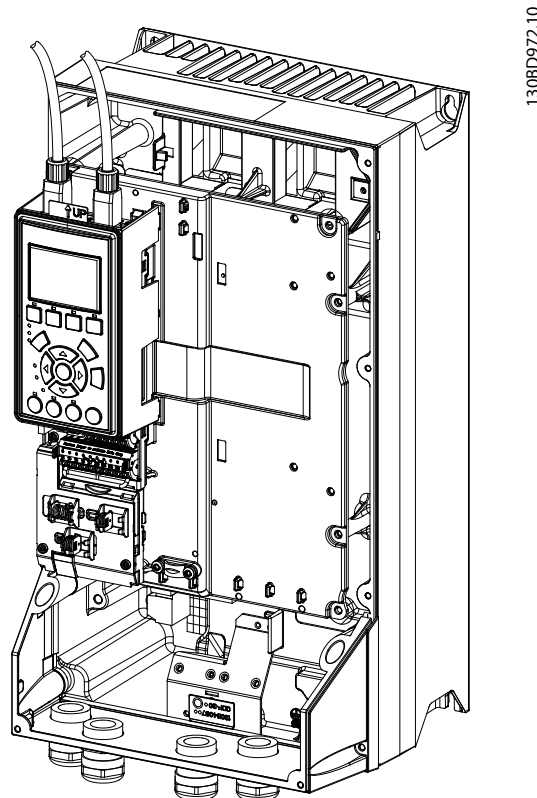

Abbildung 3.11 Verkabelung für Gehäusetypen A4-A5, B1-B4 und C1-C4
3. Fixieren Sie das Kabel mit den Federn auf der Metallgrundplatte, siehe *Abbildung 3.11*.